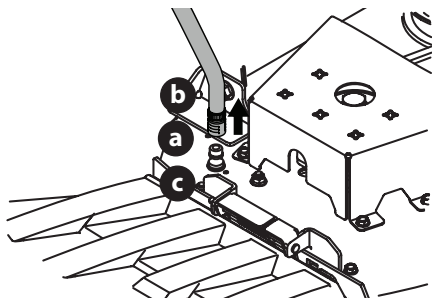

Fig. 24
3. Tirez sur le collier d'arrêt (a) de l'adaptateur (b) et installez l'adaptateur sur l'embout du système de nettoyage du plateau de coupe (c). Relâchez le collier d'arrêt pour fixer l'adaptateur sur l'embout du système de nettoyage du plateau de coupe (Fig. 24).